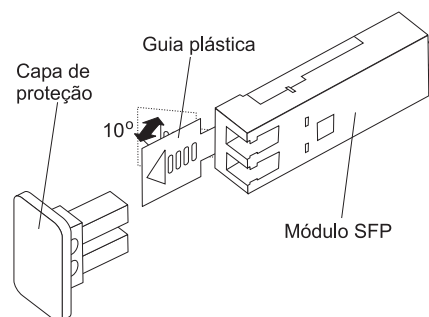

Figura 19. Destravando um Módulo SFP - Guia Plástica
- a. Destrave o módulo SFP puxando a guia plástica para baixo em 10° (consulte a Figura 19).